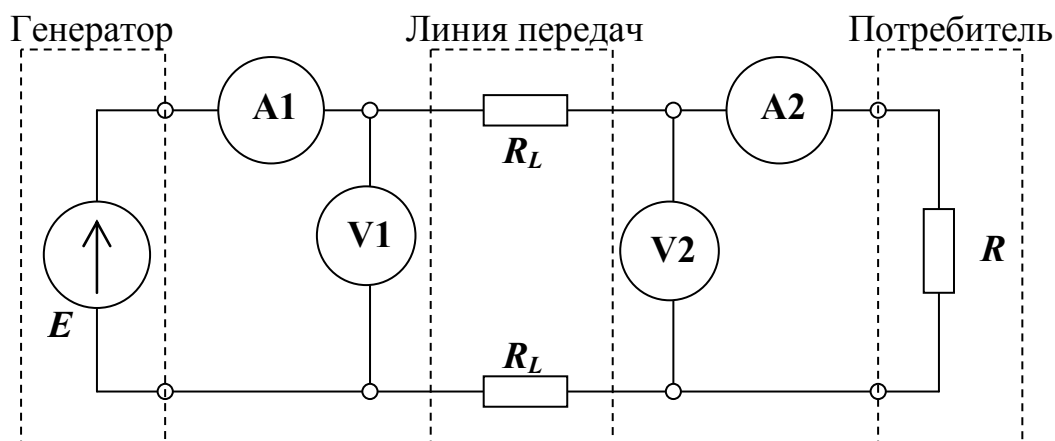

Рис. 4.4
7. Соберите цепь согласно схеме на рис. 4.4. Два резистора $R_L=22$ Ом имитируют потери в проводах линии электропередач.